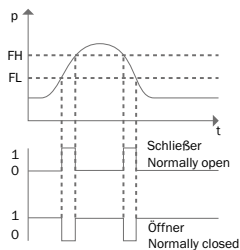

Abbildung 4: Fensterfunktion
Die Fensterfunktion erlaubt die Überwachung eines definierten Druckbereichs. Befindet sich der Systemdruck zwischen der unteren Fenstergrenze (FL) und der oberen Fenstergrenze (FH), ist der Ausgang aktiv (Schließer, n.o.) bzw. inaktiv (Öffner, n.c.) (siehe Abbildung 4).